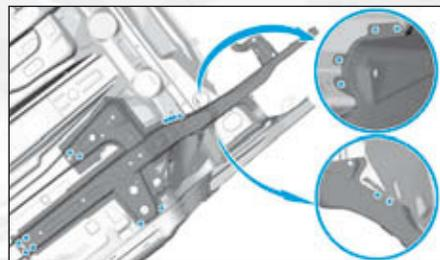

FIG.20
- Souder par points bouchons MAG puis meuler les points de soudure (Fig.20).